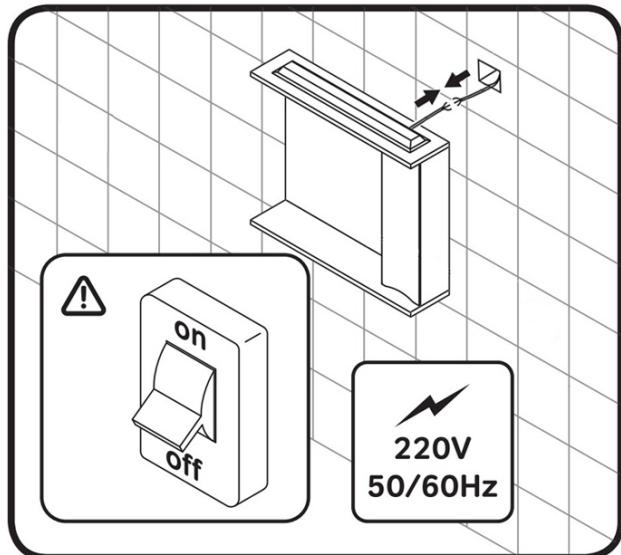

Рис.4 ПОДКЛЮЧЕНИЕ ПОДСВЕТКИ
- Следующим этапом идет подключение подсветки зеркала к уже выведеному из стены проводу на 220V (рис.4) (если в вашей модели не предусмотрена подсветка, то стоит исключить этот пункт). На данном этапе мы советуем обратиться к специалистам.